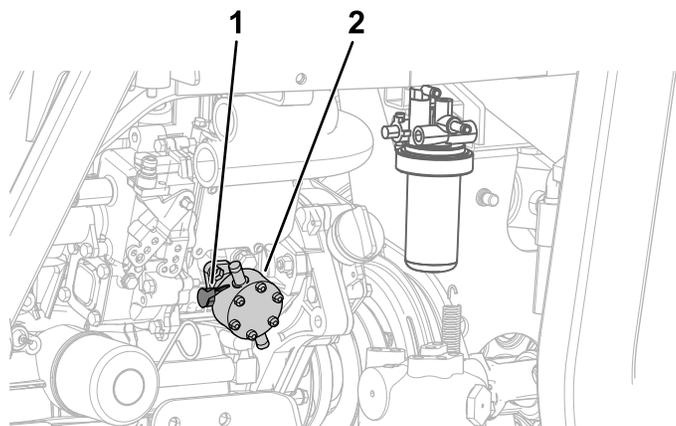

図 64
エンジンの左側にある燃料ポンプのレバーを操作して燃料フィルタのボウルに燃料を満たす 図 64。
7. ねじの周囲から燃料が連続的に流れるのが見えるまでレバーを操作し続ける 図 64 燃料系統からのエア抜き \(ページ 52\) を参照。